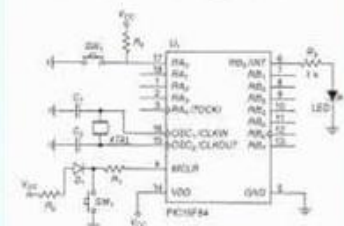

Fig. 16.11. Microcontrolador PIC16F84.
- Uno de los más utilizados es el del tipo PIC 16F84, de 8 bits, que se usa en proyectos sencillos (Fig. 16.11).